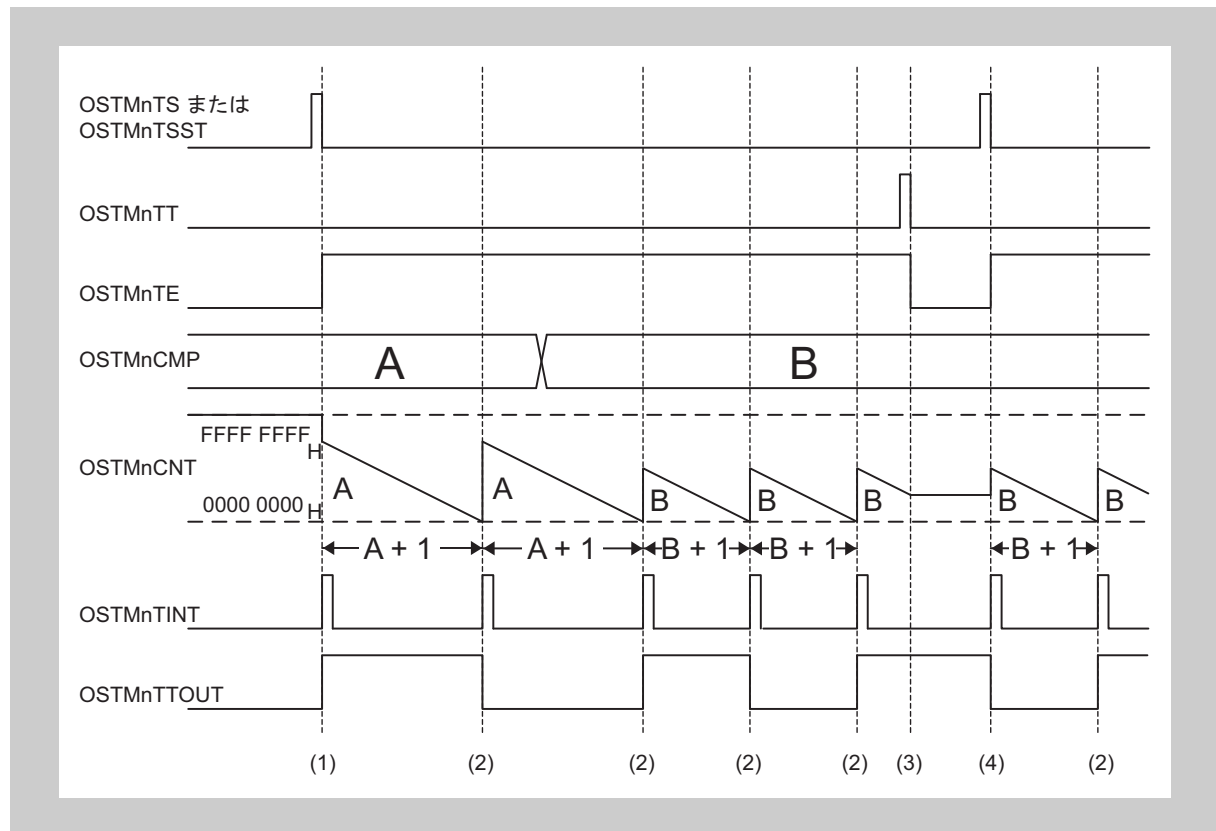

図 18-6 インターバル・タイマ・モードの OS タイマのタイミング図
1. カウンタは、1145 ページの図 18-6 「インターバル・タイマ・モードの OS タイマのタイミング図」に示し、説明されているように動作を開始します。